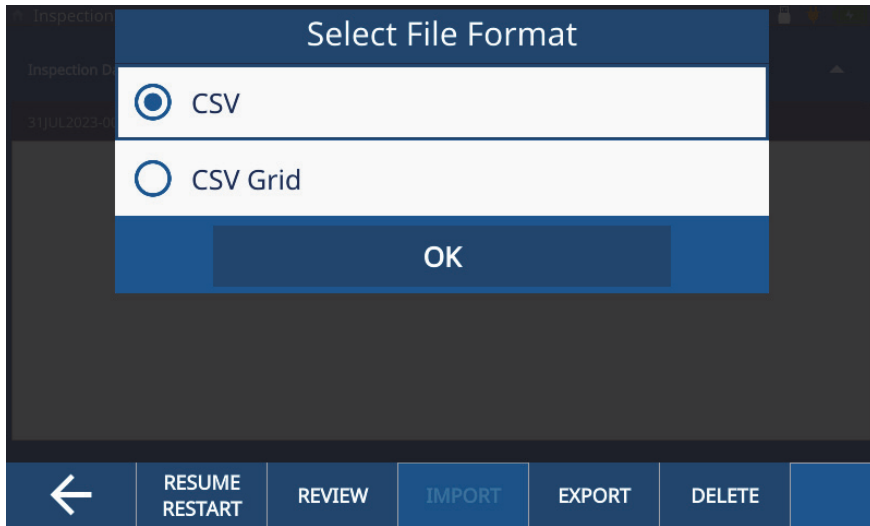

Figura 7-9 Schermata Select File Format
5. Selezionare il formato del file preferito (CSV o CSV matriciale) dalla schermata popup e toccare **OK** (vedi Figura 7-9 a pagina 73).